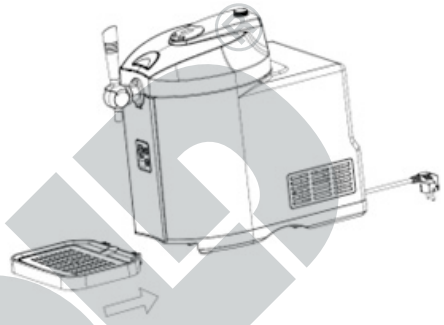

Fig. 2
7. Placez la grille d'égouttage dans le bac d'égouttage. Poussez ensuite le bac d'égouttage dans le bas de l'appareil jusqu'à ce qu'il soit bien en place. (Fig. 2).